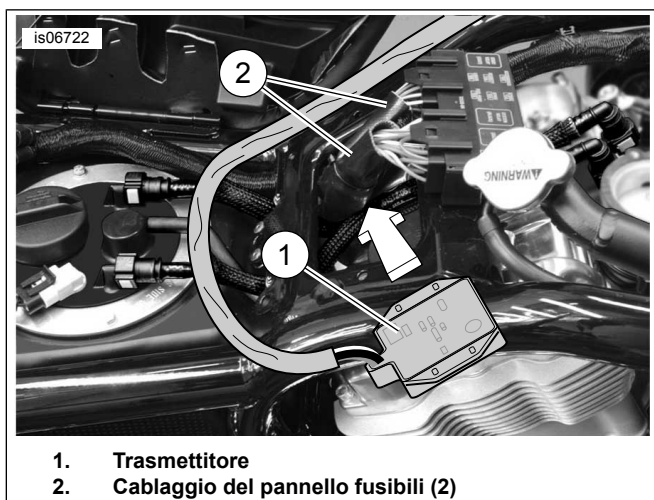

Figura 13. Montaggio del trasmettitore (V-Rod 2004 e anni successivi)
2. Vedere Figura 13. Rimuovere il coperchio della scatola del filtro dell'aria. Ruotare il trasmettitore (1) in modo tale che il lato con il circuito esposto sia rivolto verso l'alto. Infilare il trasmettitore sotto ai cablaggi del pannello fusibili. Prendere due fascette fermacavi dal kit e farle passare attraverso le flange del trasmettitore per fissare quest'ultimo ai cablaggi del pannello fusibili. Andare alla sezione **Collegamento del cablaggio**.